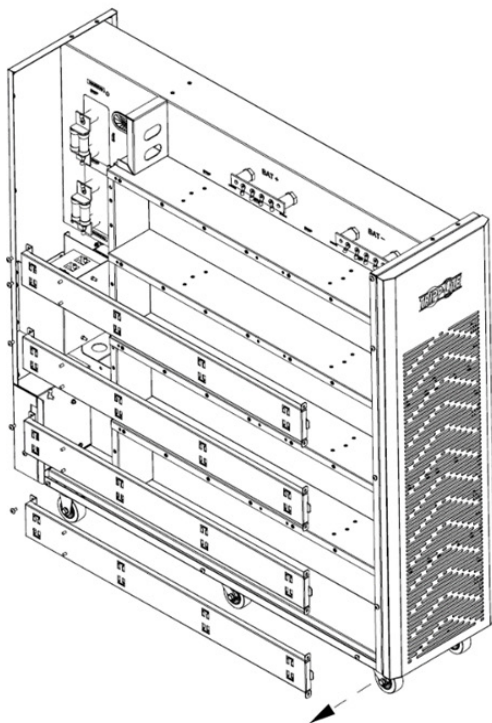

Figure 5-5A
4. Retirer les barres de support de droite et de gauche (Figure 5-5A et 5-5B).